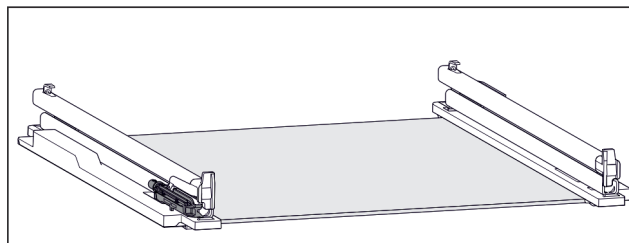

Fig. 53 Tlumicí jednotka
- K levé kolejničce je připevněna tlumicí jednotka. (viz Fig. 53)